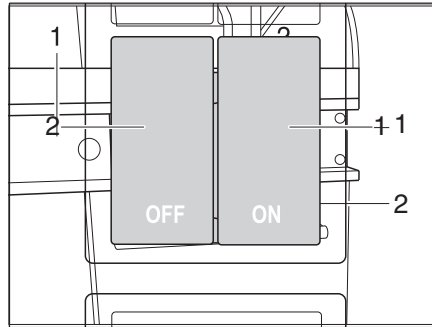

Fig. 125 Interruptor para bloqueo central de la línea de servicio de cocina
La línea de servicio de cocina está equipada con un bloqueo central. Las trampillas y los cajones del bloque de cocina se pueden bloquear y desbloquear manualmente con el interruptor (Fig. 125).
- Pulsar el interruptor ON (Fig. 125,1). Las trampillas y los cajones del bloque de cocina están bloqueados.
- Pulsar el interruptor OFF (Fig. 125,2). Las trampillas y los cajones del bloque de cocina están desbloqueados.